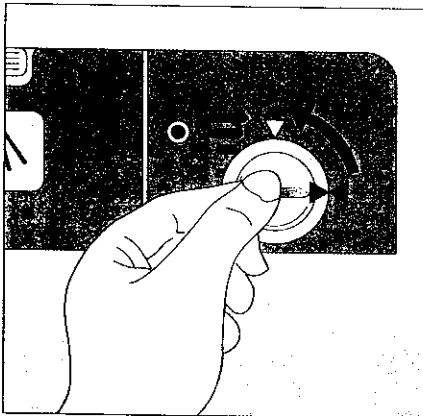

Bild 7
- Zur Dosiereinstellung Verschlußdeckel des Vorratsbehälters um 1/4 Umdrehung entgegen dem Uhrzeigersinn drehen und öffnen (Bild 7).